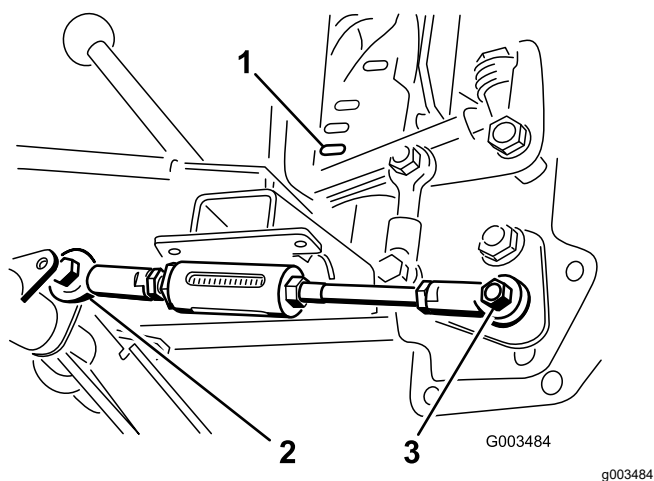

Figura 8
6. Spostate la maniglia di sollevamento fino a quando il foro del giunto a sfera non si trova allineato al foro sul lato destro della leva per l'asta regolabile presente sul tubo orientabile, e fissate l'asta alla leva mediante un bullone (1/2" x 1 1/2") e un dado di bloccaggio (1/2") come illustrato in **Figura 8**.